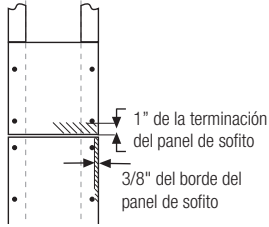

Ilustración 4
- Coloque los sujetadores a 3/8" de los bordes de los paneles y a no menos de 2" de las esquinas cuando use un panel de soffito más grande de 12" de ancho (ilustración 4) y no más cerca de a 1" de las esquinas cuando use un panel de soffito que sea menos de ó equivalente a 12" de ancho (ilustración 3).